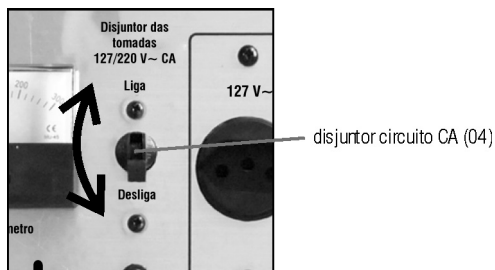

Fig. 15 – disjuntor circuito AC
Se houver sobrecarga de corrente elétrica o disjuntor irá atuar automaticamente, assumindo a posição desligado (OFF). Quando esta situação ocorrer, primeiro verifique a causa da sobrecarga resolvendo-a e só então acione o disjuntor para a posição liga (ON) (fig. 15).